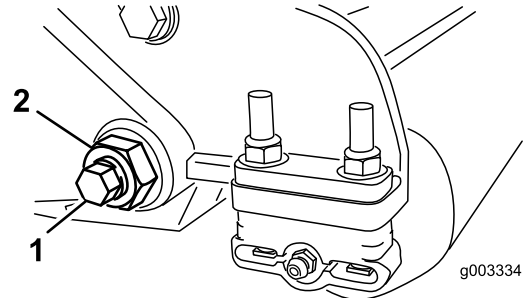

图 30
3. 在机器的另一侧松开固定底刀架螺栓图 30 的锁紧螺母。
4. 拆下两个底刀架螺栓向下拉动底刀架并从机器螺栓图 30 上拆下来。